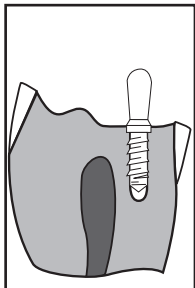

Figure 7
9. Imprimir uma velocidade muito baixa à peça de mão e fazer uma pressão ligeira para baixo. O pino MAX irá alinhar e enroscar automaticamente no canal preparado e separa-se quando assente no rebordo de apoio (**Fig. 7**).